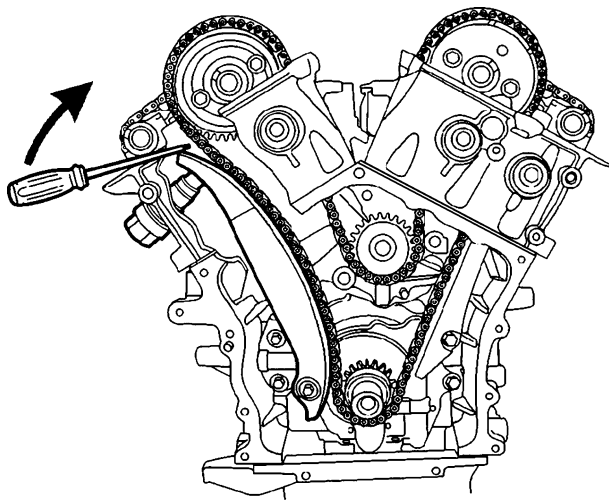

图 16-13 使正时链条张紧器恢复工作状态
- 15) 如图 16-13 所示, 用一字螺钉旋具解除正时链条张紧器的压缩状态。